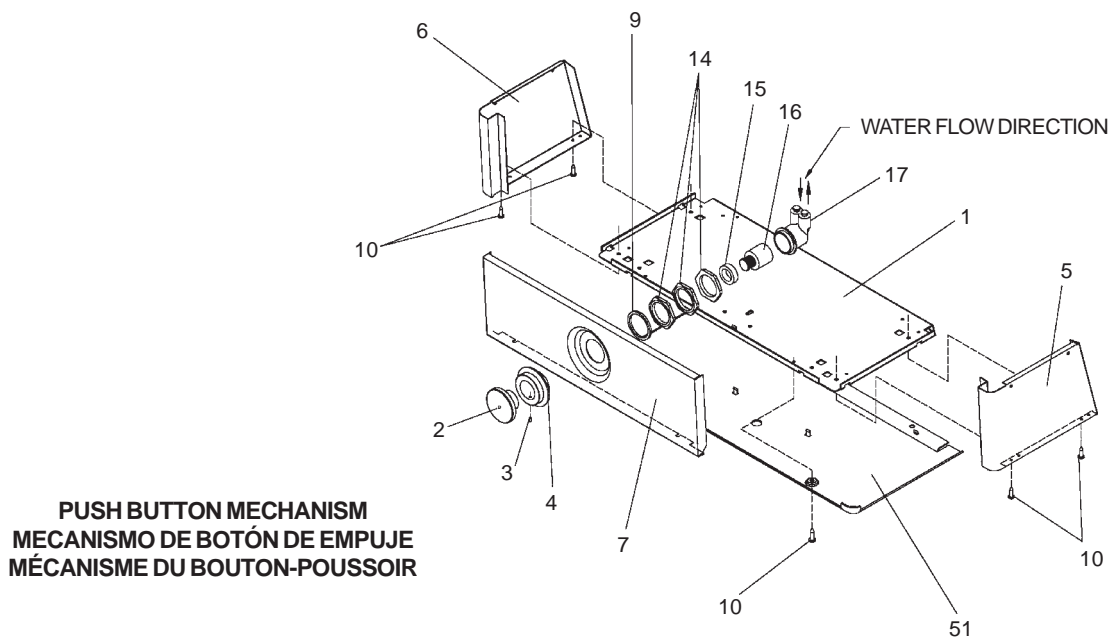

FIG.2
- 8) Stream height is factory set at 45-50 PSI. If supply pressure varies greatly from this, adjust the screw on regulator item 16 by using a small screwdriver through the small hole in the push button item 2 (See Fig.2). CW adjustment will raise stream and CCW adjustment will lower stream. For best adjustment, stream should hit basin approximately 6-1/2" (165mm) from bubbler.
- 8) La altura del chorro se ajusta en la fábrica a 45-50 PSI. Si la presión del suministro varía mucho de esto, ajusta el tornillo en el artículo de regulador 6 utilizando un destornillador pequeño por el hoyo pequeño en el artículo del pulsador 2 (Ve Fig.2). El ajuste en sentido horario elevará el chorro y en sentido contrario lo bajará. Para un ajuste mejor, el chorro debe chocar con el depósito aproximadamente a 6-1/2"(165mm) del borboteador.
- 8) La pression du jet est réglée en usine 3,1 et 3,4 bars. Si la pression de provision varie fort de ceci, ajuster la vis sur l'article régulateur 6 en utilisant un petit tournevis par le petit trou dans l'article de bouton de poussée 2 (Voit Fig.2). Un réglage dans le sens des aiguilles d'une montre relève le jet, et un réglage dans le sens contraire l'abaisse. Pour un réglage optimum, le jet doit frapper le bassin à environ 165 mm du barboteur.